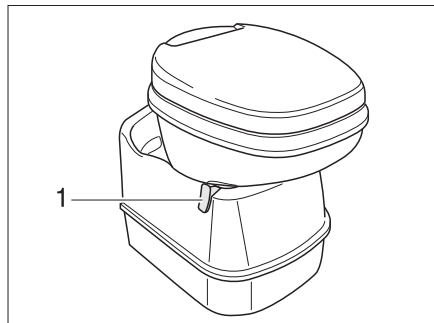

Fig. 151 Cuvette Thetford, orientable
- Avant d'actionner la chasse d'eau, ouvrir le curseur des toilettes Thetford. Pousser pour cela le levier du curseur (Fig. 151,1) dans le sens inverse des aiguilles d'une montre.
- Tourner le levier du curseur (Fig. 151,1) dans le sens des aiguilles d'une montre. Le curseur se ferme. Pour la vidange il **faut** que le curseur des toilettes Thetford soit fermé.